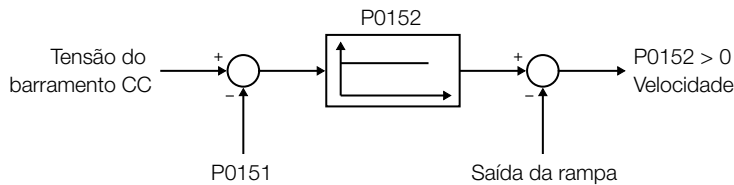

Figura 5.17: Diagrama de blocos da regulação da tensão do barramento CC
Quando a tensão do barramento CC atingir o nível de regulação durante a desaceleração, o tempo de desaceleração é estendido e o motor é acelerado até o momento que a tensão do barramento CC saia do nível de atuação. Consulte a Figura 5.16 na página 5-27 e a Figura 5.17 na página 5-28.
- Consulte o P0151 (com controle V/f) e a Figura 5.17 na página 5-28.